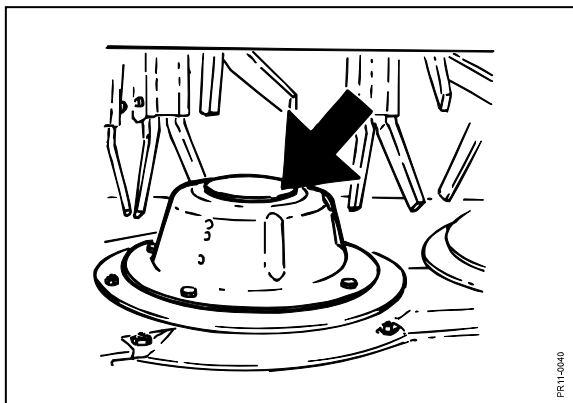

Fig. 5-6
**Fig. 5-6** Wenn die Maschine mit niedrigen Flowzylindern nachgerüstet worden ist, sollten diese, falls sie deformiert sind, aufgerichtet oder ausgewechselt werden.